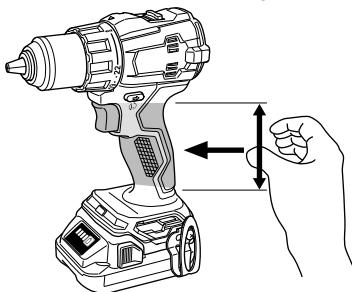

Fig. 1
4. Asegúrese de sostener la herramienta con firmeza durante su funcionamiento. De lo contrario, podría sufrir un accidente o lesiones. (**Fig. 1**)